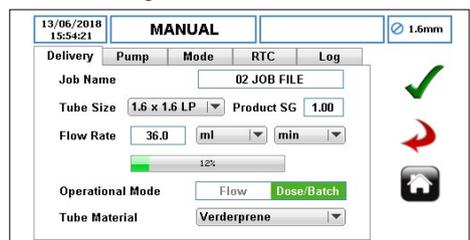

Figure 67 Sélectionner le mode Dose/Série
- ▶ Assurez-vous de sélectionner le mode Série/Dose comme illustré à la figure 67.